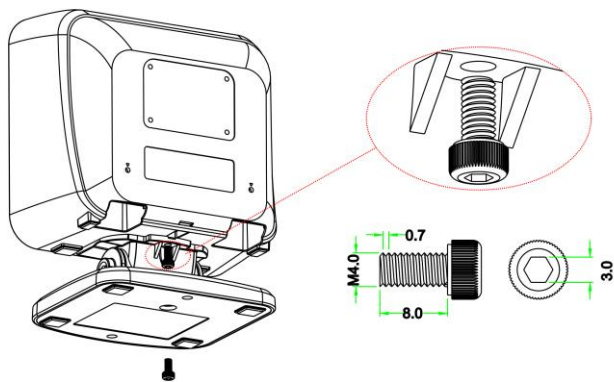

图 4-2
- 2、如图 4-2 所示，通过一颗螺丝把底座固定在影像平台上。